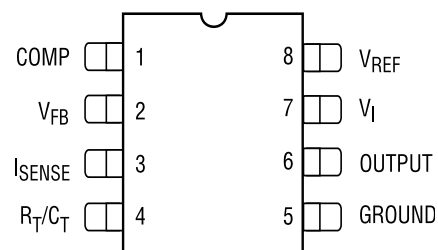

Рис. 4. Назначение выводов ИС серии UC2842B/3B/4B/5B и UC3842B/3B/4B/5B
**UC2842B/3B/4B/5B** и **UC3842B/3B/4B/5B** — популярная серия малогабаритных ШИМ-контроллеров с фиксированной частотой преобразования и управлением током, размещенных в 8-выводных корпусах SO и MiniDIP (рис. 4). Несмотря на то, что она выпускается уже около 10 лет, по-прежнему остается одной из самых востребованных серий в основном благодаря низкой стоимости и высокой надежности, отчасти благодаря простоте реализации. Предназначены для построения однотактных DC/DC-преобразователей с входным напряжением до 8,2...30 В. Наличие RC-генератора (частота работы до 500 кГц), встроенного мощного драйвера ( $\pm 200$  мА) для управления внешним полевым или биполярным транзистором, встроенного термостабилизированного опорного источника  $+5$  В  $\pm 1\%$  позволяют строить на основе ИС этой серии обратноходовые источники